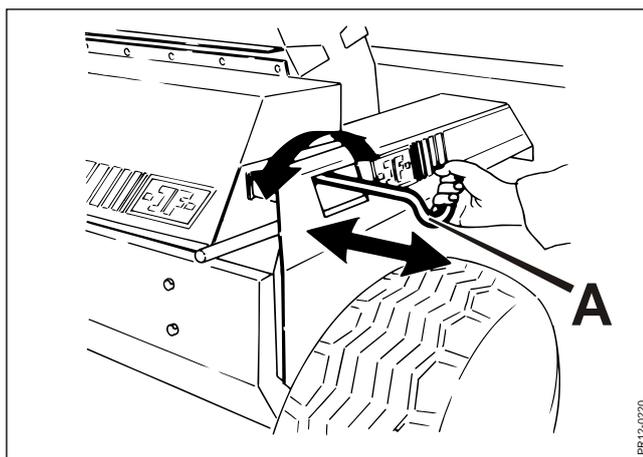

Fig. 4-21
- Fig. 4-21** 3. Ajuste la pieza de afilar para que haya una holgura de 2-3 mm entre la piedra y las cuchillas mediante el giro de la palanca **A**.